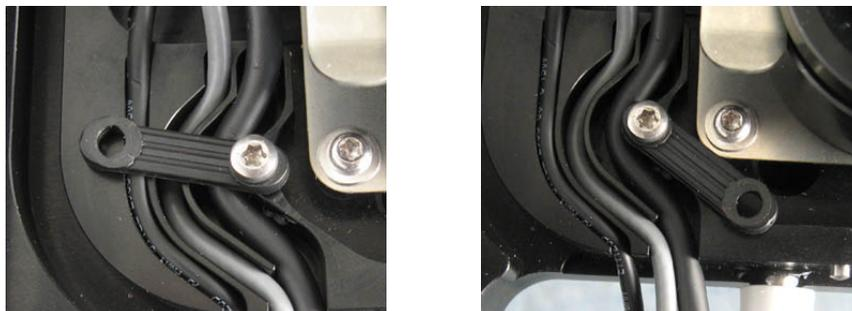

Abb. 11: Zugentlastung (links: geschlossen, rechts: geöffnet)
6. Drehen Sie die Zugentlastung (→ Abb. 11) zur Seite und führen Sie das Kabel der Elektrode durch die vorgesehene (mittlere) Führung.